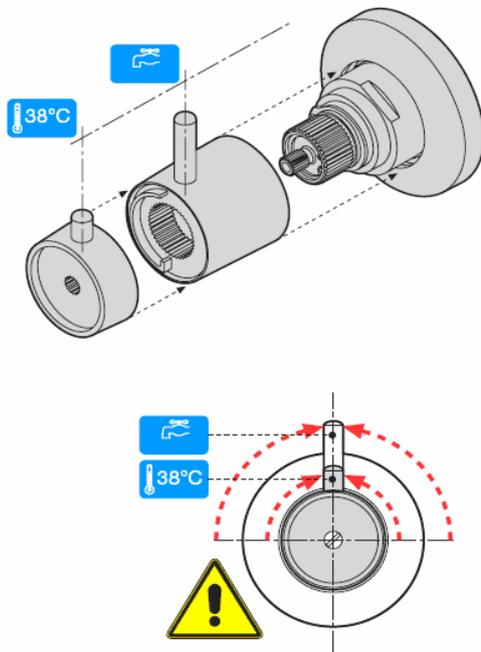

Fig.6
- 2- Montar los mandos y los colocarlos en su posición inicial, fig.6